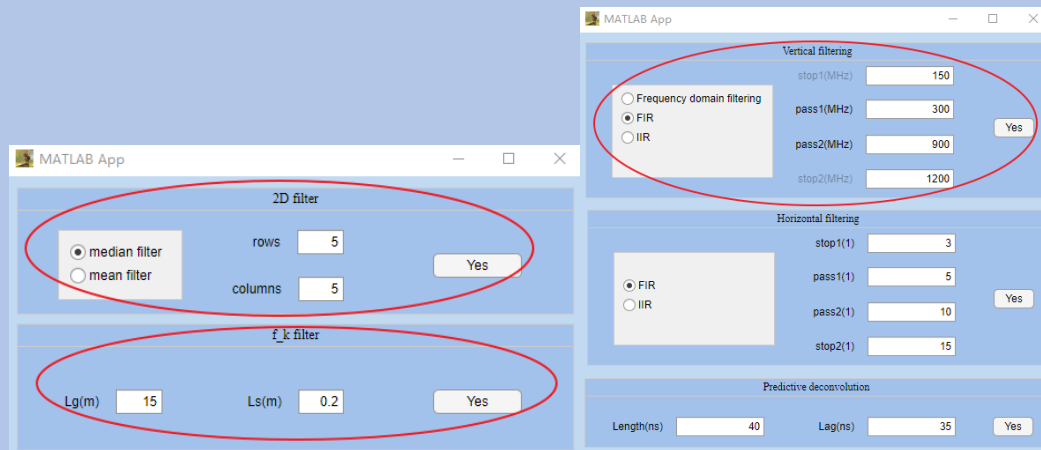

图 8-11 Case2 处理流程设置
(4) 首先我们应用 `R_background` 中的 `Remove background` 算法，将背景数据设置为全部剖面 1-1600 道。然后我们应用 `Gain` 中的 `GRMS automatic gain` 方法增益，`length` 设置为 20。紧接着我们运用了 `TwoD filter` 中 `f_k filter` 和 `media filter`，前者是为了去除一些多次波和设备的震动的干扰，后者是为了平滑剖面，。最后我们应用了一个 `FIR` 滤波器滤除一些噪声。处理流程设置如图 8-11。
(4) 不同于 Case1 和 Case2，Case3 中加载了一个提供的处理流程（含 7 种算法），该流程包括参数可以显示在 Processing 面板中，如图 8-11。